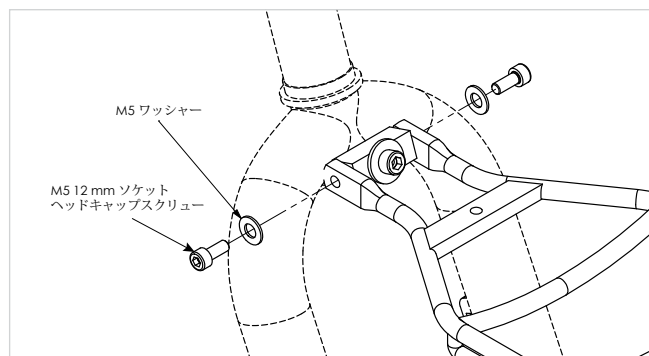

図 7
3. ラック本体をM5 x 12mmネジとM5ワッシャーを使ってアロイブロックに取り付けます。完全に締め込まないで下さい(図7)。